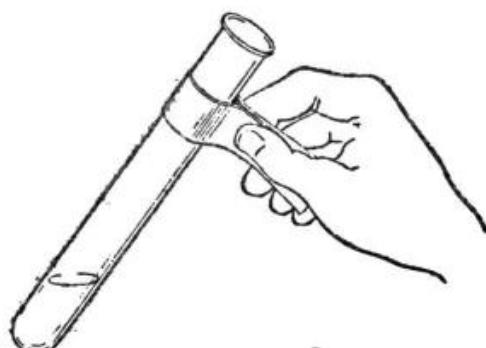

Рис. 134. Простейшая держалка
3. При длительном нагревании пробирку держите не пальцами, а деревянной держалкой или в крайнем случае полоской бумаги (рис. 134).